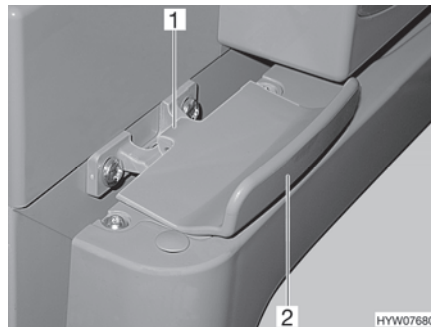

Bild 150 Verriegelung der Kühlschranktür, geschlossen (Thetford)
- Kühlschranktür am Griff (Bild 150,2) öffnen. Die Verriegelung (Bild 150,1) wird automatisch gelöst.